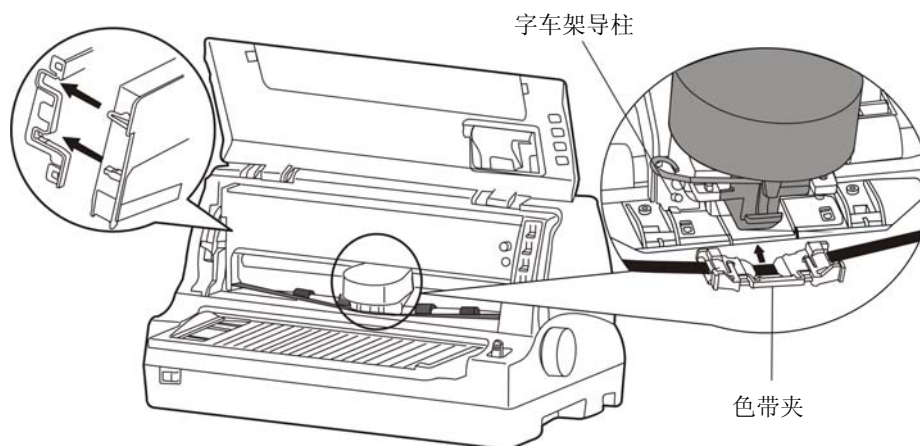

图 2-10 安装色带盒
5. 抓住色带盒的两边，如图 2-10 所示，使色带盒两边的卡扣对准打印机两侧的安装槽，稍用力向前推进，直至完全卡入到位。然后将色带夹上的两个圆孔对准字车架上的两个导柱，按压到位。
6. 确保色带芯无皱折，再按照色带盒上箭头方向，转动色带盒旋钮，绷紧色带芯（如图 2-10 所示）。